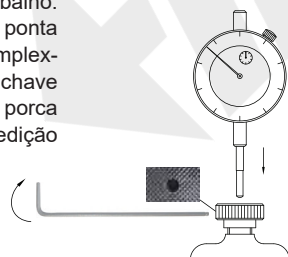

Fig.1
2. Selecione a ponta de acordo com o formato da peça de trabalho. A ponta esférica é usada para medir a superfície plana. A ponta pontiaguda é usada para medir superfícies côncavas ou complexas. Insira o indicador no orifício do plano base, use uma chave inglesa para inseri-lo no orifício de travamento no centro da porca de travamento para travá-lo e garantir que o cabeçote de medição esteja instalado de forma firme e confiável (Fig. 1).